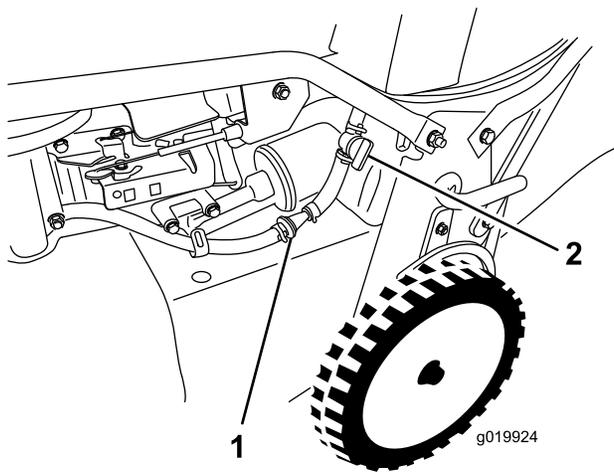

Figura 35
3. Chiudete la valvola di intercettazione del carburante (Figura 35).
4. Rimuovete il filtro del carburante (Figura 35) dal relativo tubo allentando i serratubi attorno al filtro.